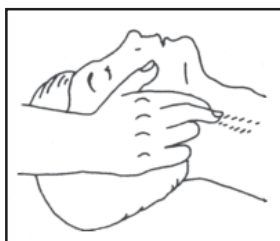
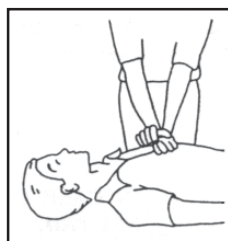
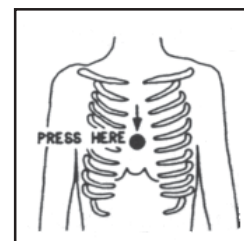

Figura 3
Figura 4
Figura 5
- Controllare il battito cardiaco (**Figura 3**); in assenza di battito, iniziare immediatamente il massaggio cardiaco (**Figura 4**) comprimendo lo sterno approssimativamente al centro del torace (**Figura 5**).